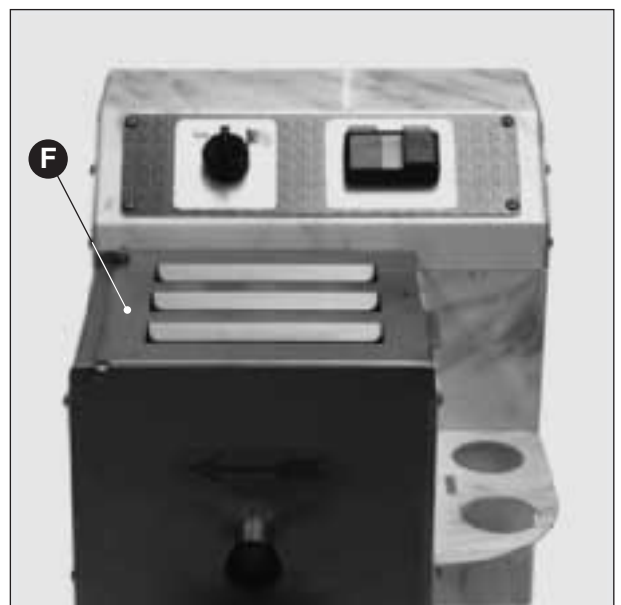

Fig. 12
**N.B.:** Tout actionnement est commandé volontairement par l'intermédiaire du bouton-poussoir de démarrage, quand le capot de protection de la cuve est renfermé (Fig. 12 F).